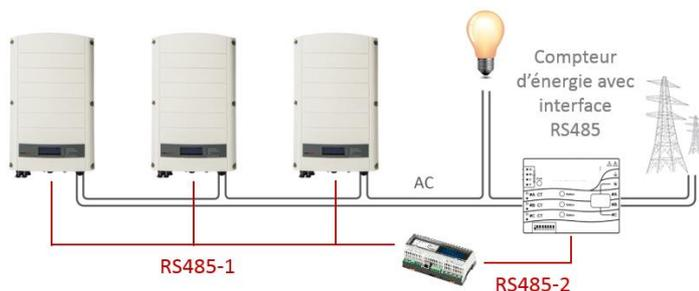

Figure 6: Connexion d'onduleurs multiples avec un CCG, un compteur RS485 et des communications RS485
- Le compteur est connecté à l'un des ports RS485 d'un CCG. Le CCG est un gestionnaire d'énergie intelligent. Le second port RS485 du CCG peut être utilisé pour créer un bus RS485 pour la communication entre les onduleurs. Cette option est illustrée dans la Figure 6.